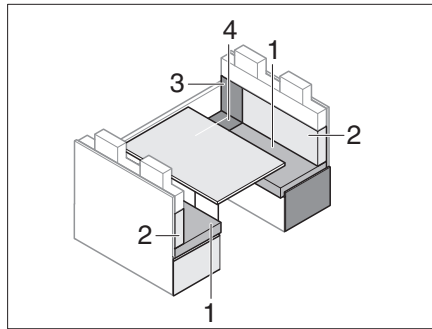

Bild 208 Vor dem Umbau
- Rückenpolster (Bild 208,2) entfernen und zur Seite legen.